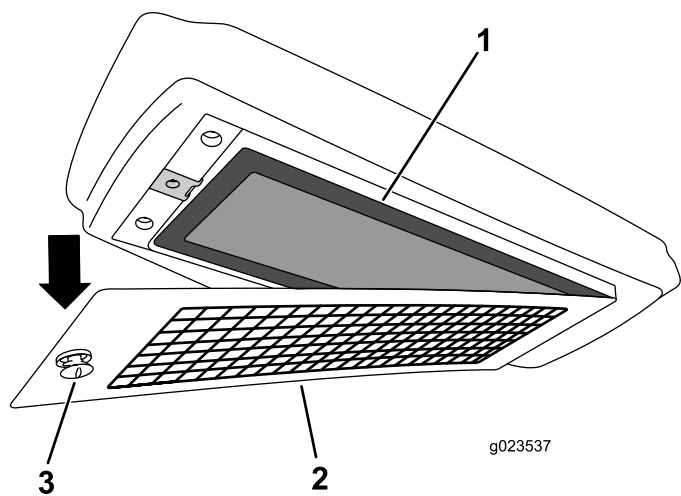

Рисунок 130
4. Снимите воздушный фильтр с корпуса и замените фильтрующий элемент (Рисунок 130).